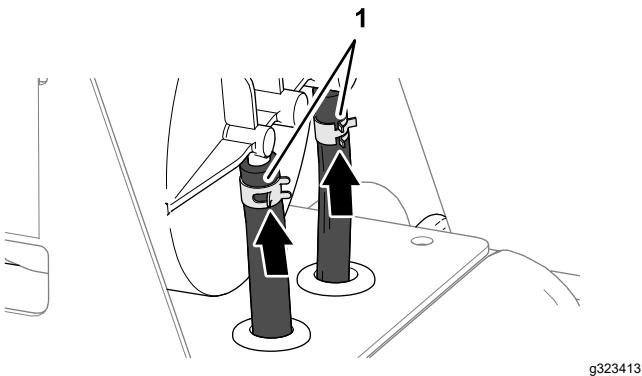

Figure 91
4. Fixez les flexibles sur les raccords avec les colliers (Figure 91).